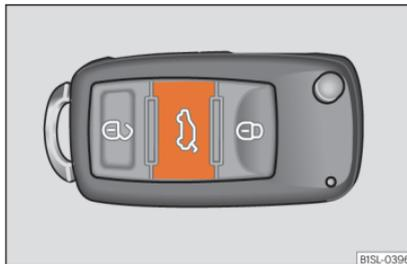

Abb. 73 Im Fahrzeugschlüssel: Taste zum Entriegeln und Öffnen der Heckklappe.
- Drücken Sie die Taste  im Fahrzeugschlüssel »» **Abb. 73** etwa eine Sekunde lang, um die Heckklappe zu entriegeln.